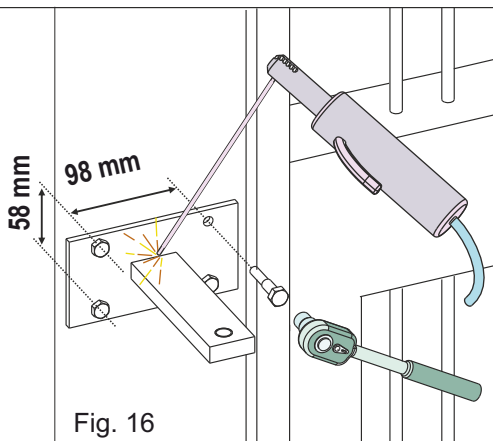

Fig. 16
- Según el tipo de apertura (*interna o externa*) y en función de la rotación máxima de la hoja, primero se debe cortar el soporte respetando la dimensión «a» de los capítulos 6 o 7 y luego soldarlo - Fig. 16